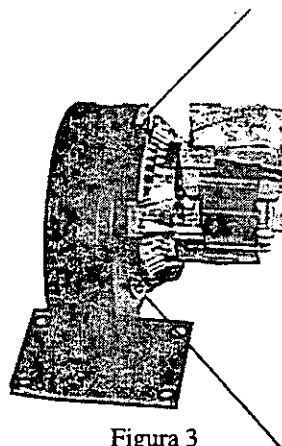

Figura 3
4. Rimuovere 3 dadi di serraggio dalla piastra di sostegno del motore del soffiante. Consultare la figura 3.